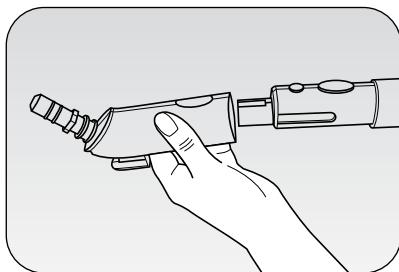
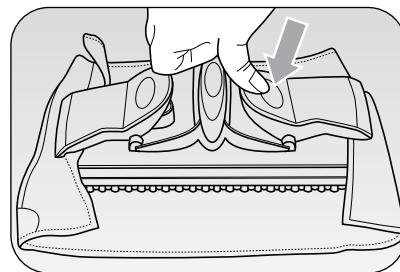

Fig. 7
Fig. 8
Dit accessoire, dat op de adapter (13) aangesloten moet worden (Fig. 7), wordt gebruikt met de verlengbuizen (9) en beschikt over praktische klemmen waarin de bijgeleverde dweil (7) past en ook alle andere soorten dweilen die in de wasmachine gereinigd kunnen worden. Zet de borstel in het midden van de dweil, til de speciale klemmen aan de uiteinden van de borstel op, steek er een rand van de doek in en laat de klem weer los (Fig. 8).